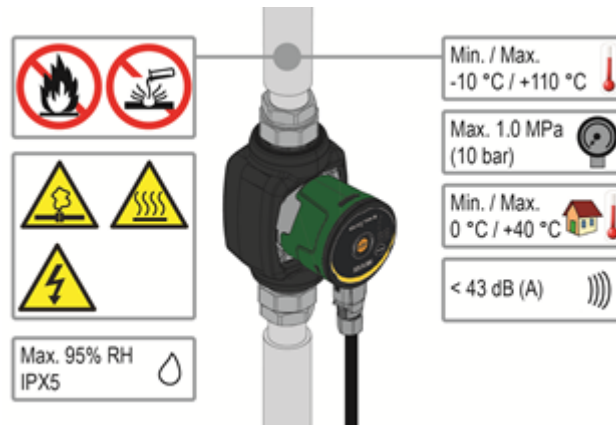

Fig. 1: Pumpemedier, advarsler og driftsbetingelser
Pilene på pumpehuset angiver strømningsretningen gennem pumpen. Se fig. 1, pos. A.
1. Montér de to pakninger når du monterer pumpen i røret. Se fig. 1, pos. B.
2. Montér pumpen med en vandret motoraksel. Se fig. 1, pos. C.